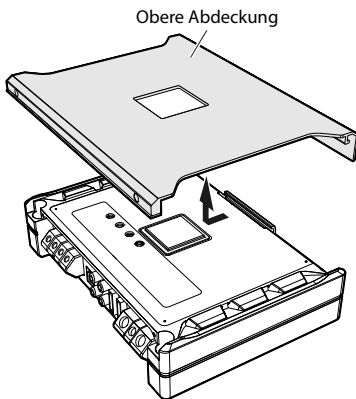

Abb. 2
2. Verschieben Sie die obere Abdeckung und heben Sie sie ab. (Abb. 2)